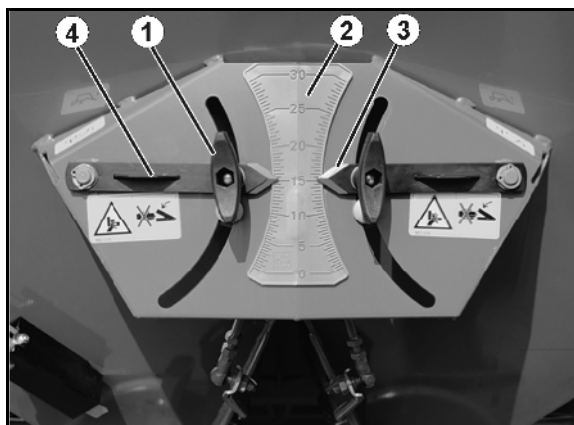

Bild 64
2. Lossa spännvredet (Bild 64/2).
3. Leta upp det skalvärde för spjällens läge som hämtats ur spridningstabellen resp. bestämts med rivanordningen på skalan (Bild 64/1).
4. Ställ in avläsningskanten (Bild 64/4) på visaren (Bild 64/3) på skalvärdet.
5. Dra åt spännvredet (Bild 64/2) ordentligt.